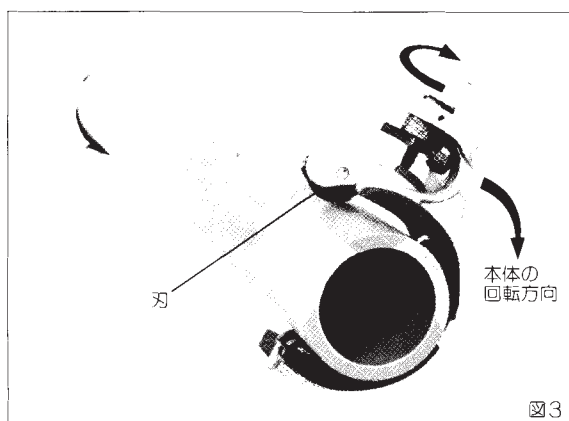

図3
(3) 図3の矢印の方向に本体を1回転し、カッタ刃の切筋をパイプに付けてください。
このカッタはパイプにセットすると図3の矢印の方向にしか回りませんので、無理に逆回転をすると故障の原因になります。